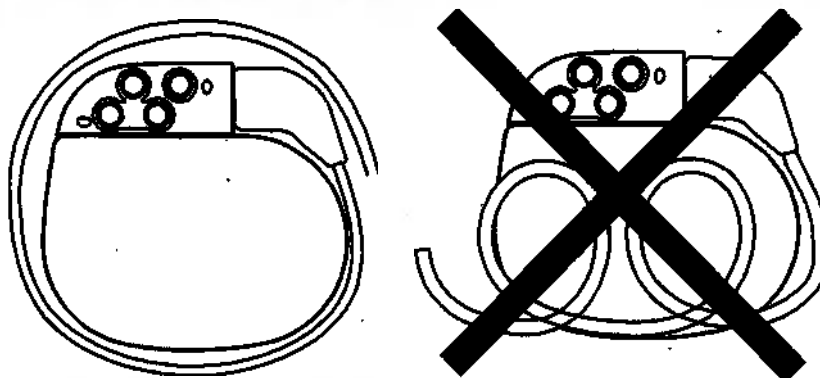

Рис. 3. Оберните лишнюю часть удлинителя по периметру нейростимулятора.
- Не укладывайте неиспользуемую часть удлинителя кольцами перед нейростимулятором. Оберните эту часть удлинителя вокруг периметра нейростимулятора (Рис. 3), чтобы избежать углубления подкожного кармана, минимизировать риски повреждения во время операции по замене нейростимулятора, перекрута удлинителя и генерирования помех телеметрии. Неиспользуемая часть удлинителя, закрепляемая по периметру нейростимулятора, не должна обматывать нейростимулятор